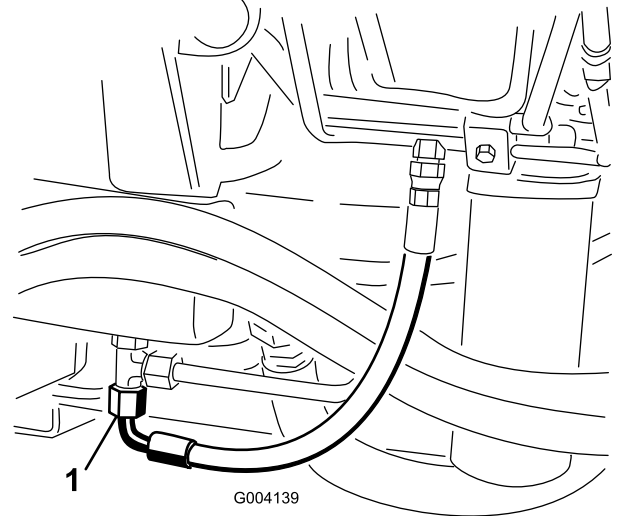

図 76
2. タンク(図 76)の下についているT字形フィッティングの下に、オイルを受ける大型の容器を置く。